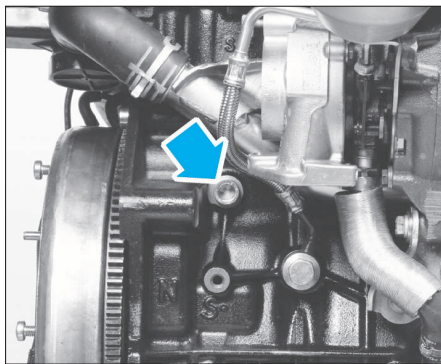

FIG. 29
- Dans le cas d'une vidange complète, ouvrir le bouchon sur le bloc moteur (Fig.29).